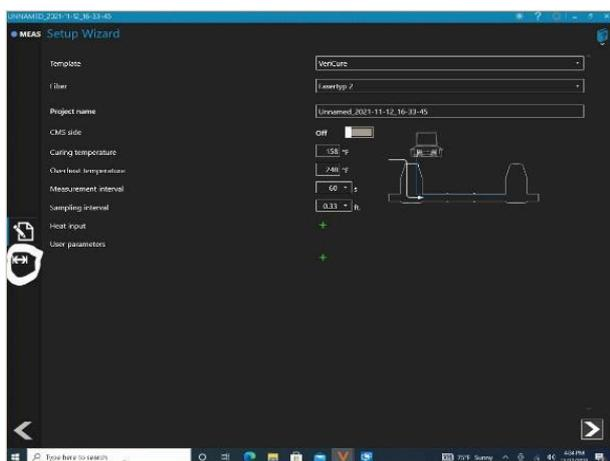

Abbildung 7 : Kalibrierungssymbol
- Klicken Sie auf das Symbol für die Kalibrierung – siehe Abb. 7 & 8.
- Klicken Sie auf das Papier/Stift-Symbol; nun wird Abb. 7 angezeigt. Geben Sie die Projektparameter ein.